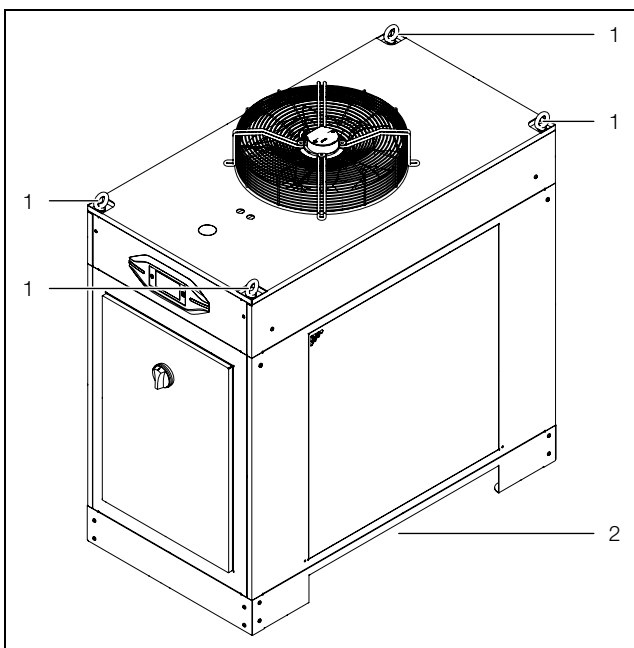

Abb. 10: Transport (333640x)
- an den dafür vorgesehenen Transportösen mit Hebezeugen (Abb. 10, Pos. 1) oder
- mit Hilfe eines Flurförderfahrzeugs durch Unterfahren und Anheben von der Seite (Abb. 10, Pos. 2).